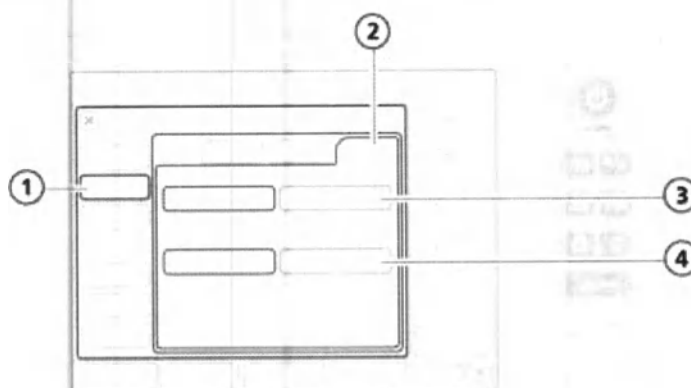

Рисунок G-5. Установка временных характеристик дыхательного цикла и выбор названий
- В окне «Modes» установите для выбранной временной характеристики параметр «I:E» (по умолчанию) или «Тад». См. рис. G-5.